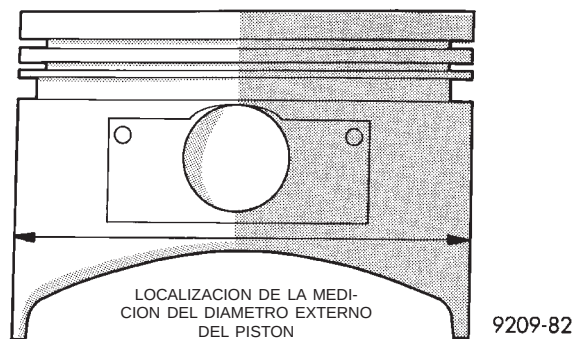

Fig. 4 Medición del pistón
(1) Rectifique hasta la holgura especificada entre el diámetro externo del pistón y el cilindro. El punto de medición del diámetro externo del pistón se muestra en la (Fig. 4).
(2) Tome como base la medición del diámetro externo del pistón y calcule la dimensión de acabado de la rectificación. La dimensión de acabado de la rectificación es igual al diámetro externo del pistón más 0,03 a 0,05 mm (0,0012 a 0,002 pulg.) (holgura entre el diámetro externo del pistón y el cilindro) menos 0,02 mm (0,0007 pulg.), que es el margen de rectificación.
(3) Rectifique todos los cilindros hasta la dimensión de acabado de rectificación que se calculó. Des-